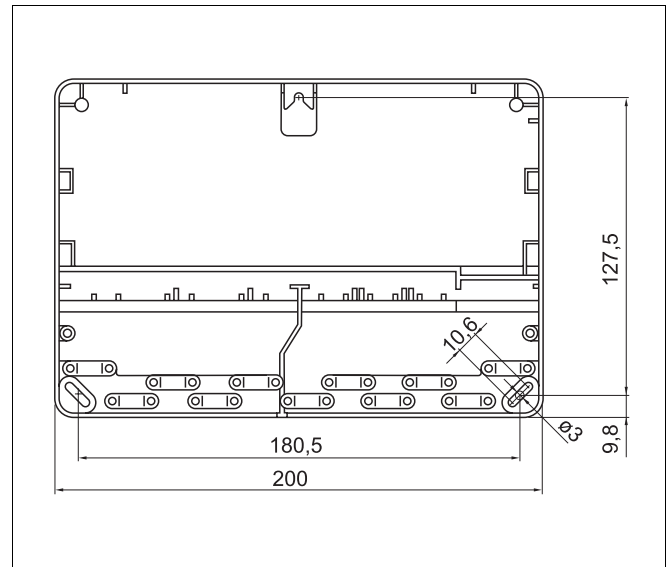

Abb. 8 Positionen der Bohrlöcher festlegen (Maße in mm)
- Setzen Sie die Dübel in die Bohrlöcher ein (Abb. 8).